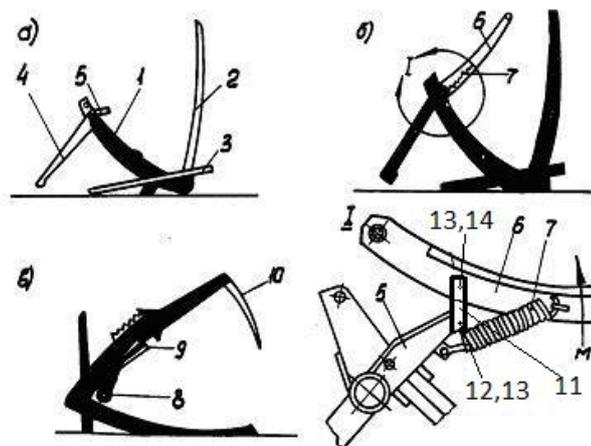

Рис. 3 Порядок сборки грабельной решетки:
- 5) повернуть грабельную решетку за боковые пальцы в положение, показанное на рис. 3,в, и установить сталкивающую трубу 8 в кронштейны сталкивающих рычагов, расположив ее симметрично относительно трубы грабельной решетки.
- б) установить гидроцилиндр 9 (рис. 3в) с ходом 400 мм на грабельную решетку.